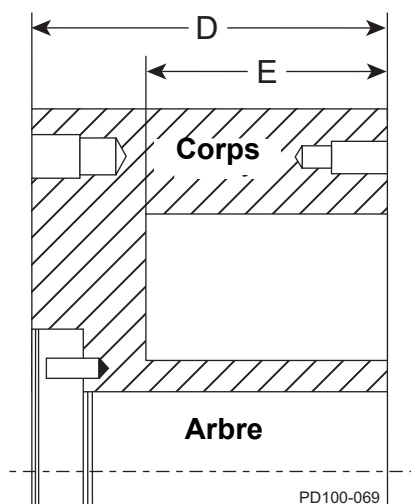
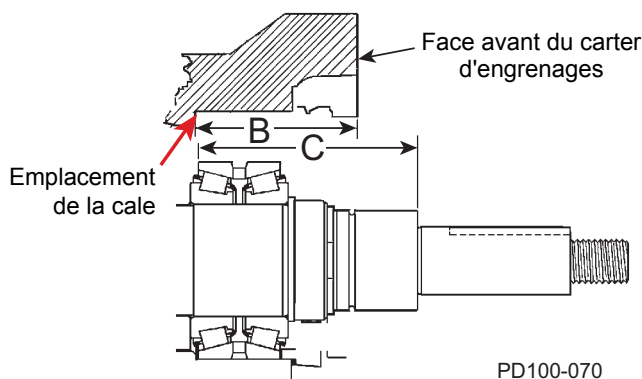

Figure 54 - Mesures D et E
Figure 55 - Mesures B et C
4. Si vous devez calculer les cales nécessaires pour les arbres ou les roulements de remplacement, ou les deux, reportez-vous à la Figure 55 et à la Figure 54. Appliquez trois décimales aux mesures et aux calculs (0,059, par exemple).
- Mesure « B » dans le carter d'engrenages et « C » sur l'arbre (Figure 55).
- Mesures « D » et « E » sur le corps (Figure 54).
(Légendes pour Figure 54 et Figure 55)